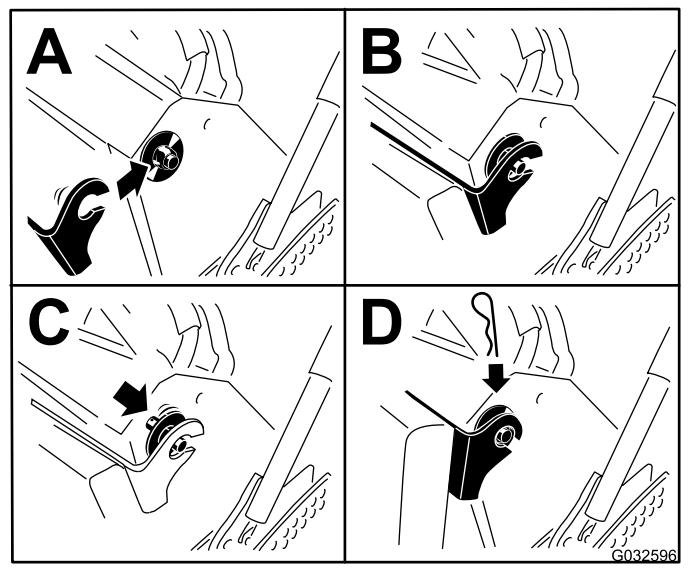

Figura 30
6. Levante el cojín y deslícelo sobre los pasadores en cada lado de la máquina (Figura 30).
7. Introduzca las arandelas grandes con casquillos de plástico en los soportes del cojín y sujetelos con chavetas (Figura 30).